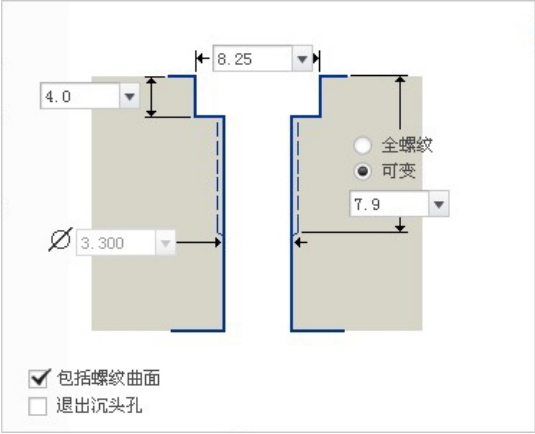
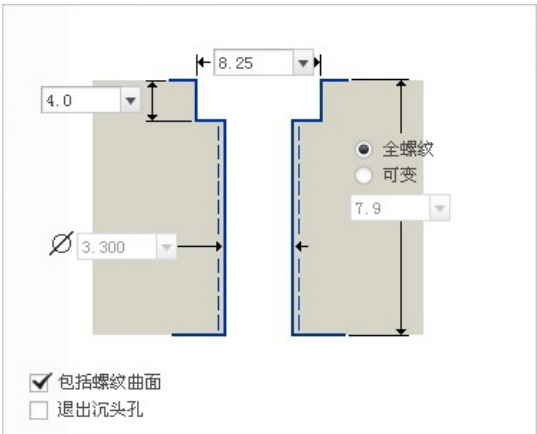

图 5.14.16 沉头螺钉螺孔（可变）
图 5.14.17 沉头螺钉螺孔（全螺纹）
(3) 沉头螺钉螺孔形式。在操控板中单击和，再单击 **形状**，系统弹出图 5.14.16 所示的界面，如果选中 **全螺纹** 单选按钮，则螺孔形式如图 5.14.17 所示。